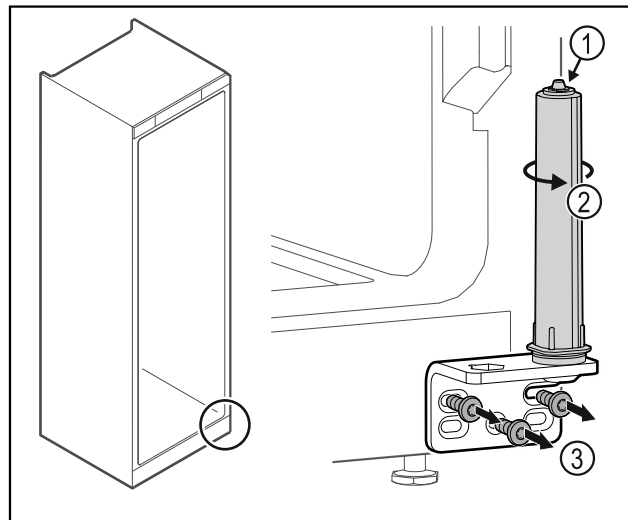

Fig. 51
- ▶ Mos e zbërtheni sistemin e mbylljes së derës Fig. 51 (1).
- ▶ Rrotulloni sistemin e mbylljes Fig. 51 (2) derisa të kërcasë.
- ▶ Lironi vidat e profilit të menteshës Fig. 51 (3).